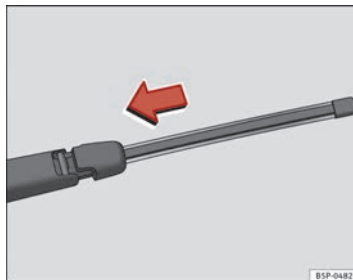

Fig. 187 Colocar la escobilla de limpiapuneta
- Sitúe la escobilla, tal como se indica en la ⇒ fig. 187 y deslice el adaptador hasta que encastre.